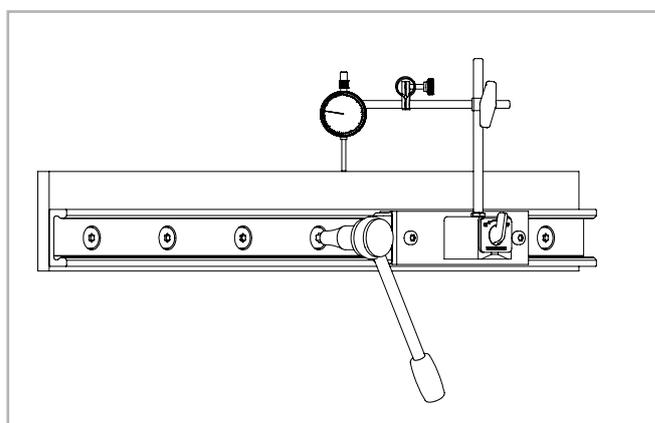

Fig. 68
(2) Montare un comparatore sul cursore in modo da misurare lo spostamento della guida rispetto ad una linea di riferimento. Posizionare ora il cursore al centro della guida e azzerare il comparatore. Muovere il cursore avanti e indietro coprendo di volta in volta la distanza tra due fori e allineare accuratamente la guida. Ora serrare le tre viti al centro di questa zona con la coppia di serraggio prescritta, vedere fig. 68.
(3) Posizionare il cursore ad un'estremità della guida e allineare con attenzione la guida al valore zero del comparatore.